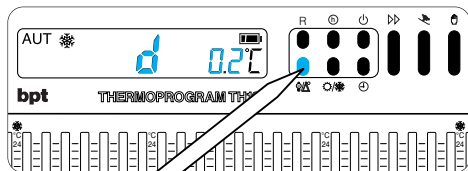

Fig. 13
**4.1** - Premere due volte il pulsante  (fig. 13). Sul display compare la scritta d 0.2°C che rimane visualizzata per circa 10 s.